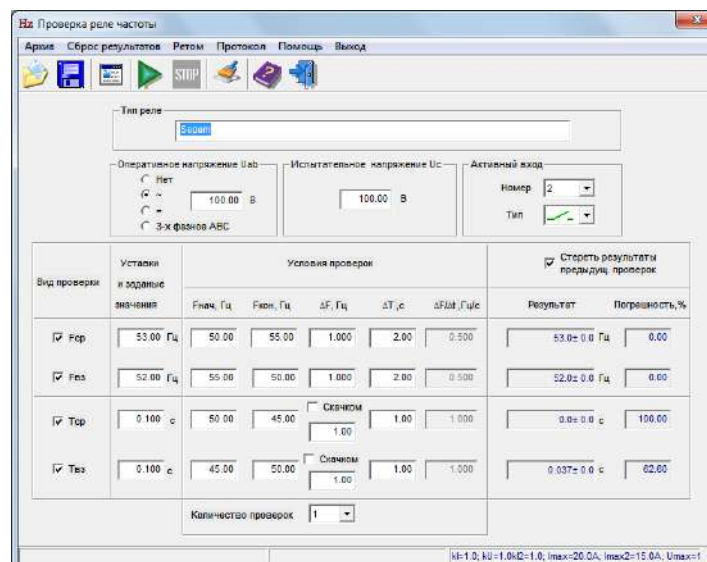

Рисунок 5.14 – Проверка уставок ЗМЧ в автоматическом режиме
15. Провести проверку реле в автоматическом режиме, для этого необходимо выбрать ярлык «Проверка реле частоты» (рис. 5.14, 5.15, 5.16) в окне программы «РЕТОМ61.exe».